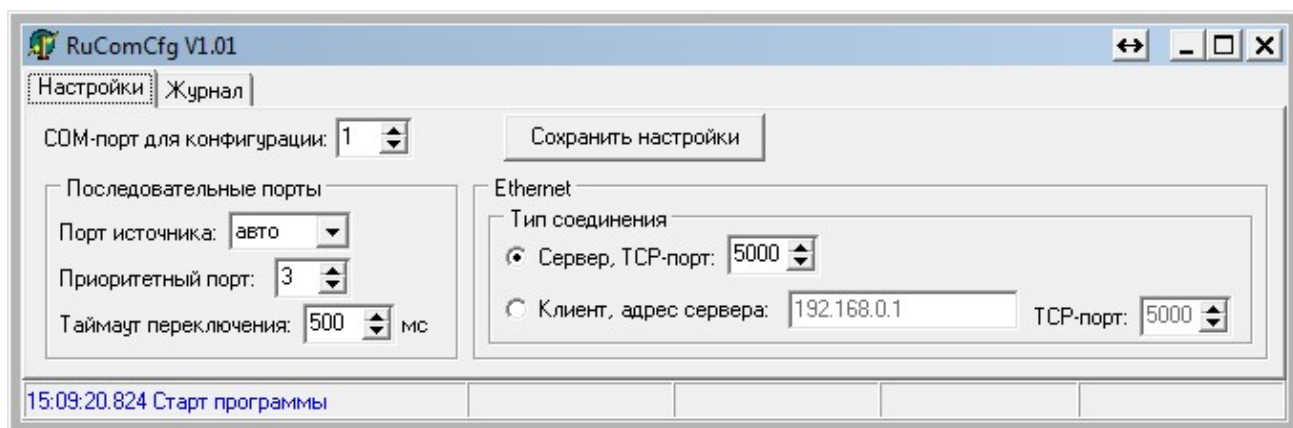

Рисунок 2. Внешний вид приложения RuComCfg
2.2.1 Настройка изделия осуществляется с помощью ПО RuComCfg.exe (Рис.2) (при отсутствии такой возможности на объекте это можно сделать предварительно в офисе).